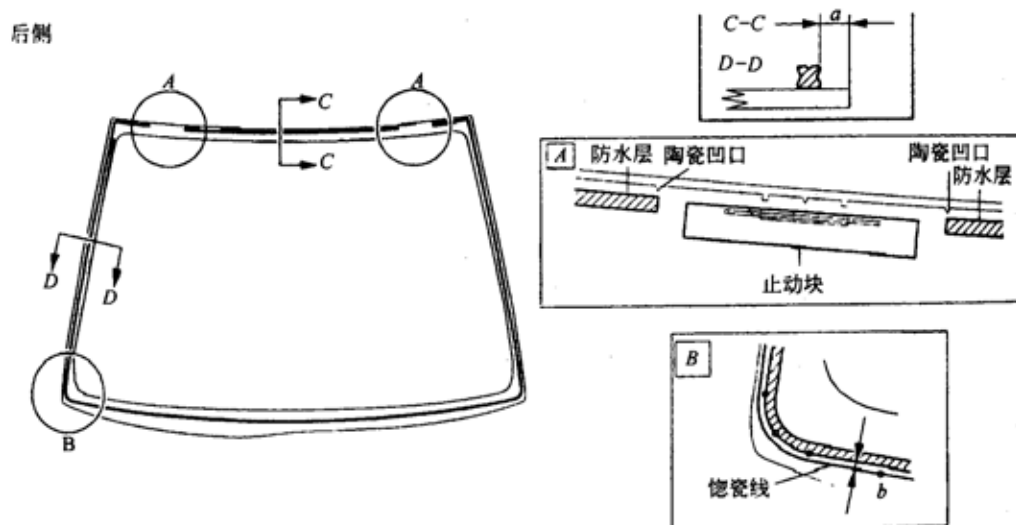

图 9-229
- (1)给挡风玻璃黏合防水层的安装部分上 G 底漆。
(2)如图 9-229 所示，除了已安装防水层的部位以外，在玻璃周围带有双面胶带的新防水层。